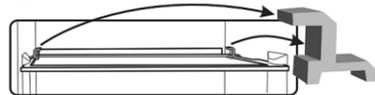

Fig. 5
9. Rimuovere tutti gli elementi rossi dai ripiani (fig. 5) che servono solo per il trasporto.